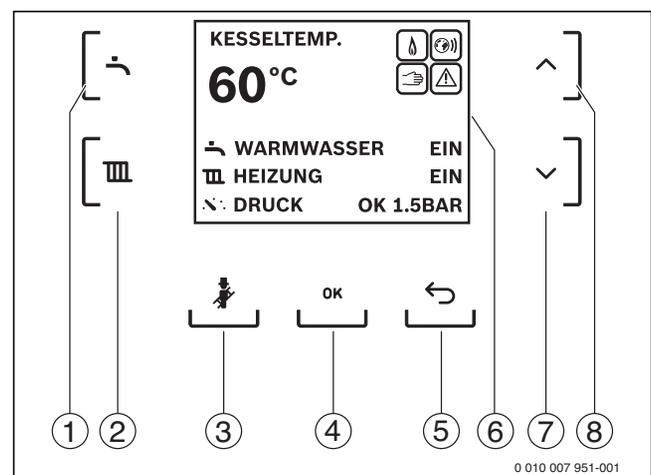

Bild 41 Anzeigen und Bedienelemente des Basiscontrollers Logamatic BC30
- Warmwasser-Einstellung über das Menü **WARMWASSER**; Aufruf des Menüs mit Taste „Warmwasser“ (→ Bild 41, [1])
- Heizungs-Einstellung über das Menü **HEIZUNG**; Aufruf des Menüs mit Taste „Heizung“ (→ Bild 41, [2])
- Manueller Betrieb z. B. für Abgastest; Taste „Schornsteinfeger“ länger als 3 Sekunden drücken (→ Bild 41, [3])
- Statusanzeige und Störungsdiagnose in einem LC-Display (→ Bild 41, [6])
- Notbetrieb; Taste „Schornsteinfeger“ länger als 8 Sekunden drücken (→ Bild 41, [3])